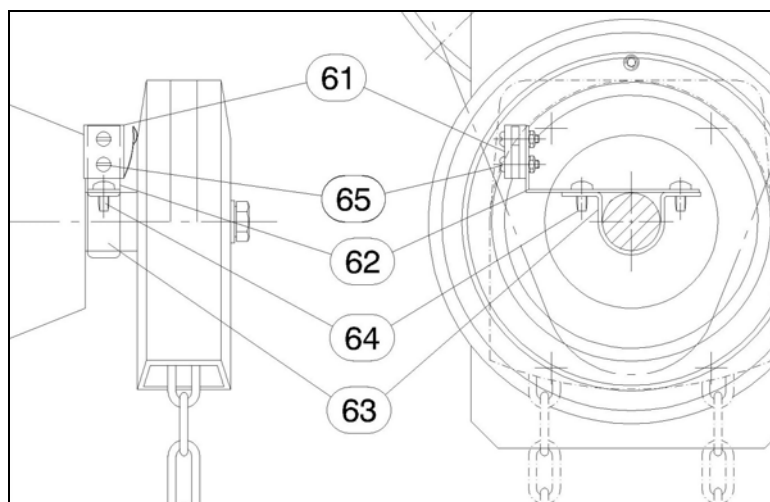

Abb.24
Bei Toren mit manueller Öffnungshilfe (Kettenhaspelantrieb) ist an den Kettenhaspelantrieb ein Mikroschalter (61) zu montieren. Der Schalter selbst wird dabei an den Halter (62) mittels Pos.65 montiert, Abb.24. Der Halter wird dann mittels Schelle (63) unter Verwendung von Pos. 64 auf die Welle des Kettenhaspelantrieb geklemmt.